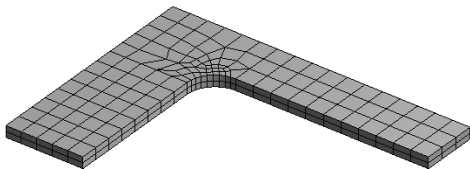

图 25-27 网格模型
4) 在 Outline 树结构图中的 Mesh 选项单击鼠标右键，在弹出的快捷菜单中选择 Generate Mesh，生成网格最终的效果如图 25-27 所示。